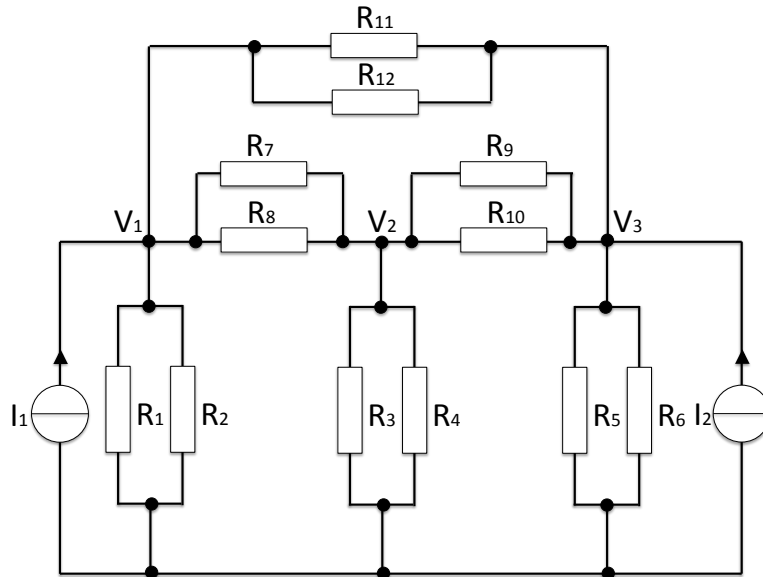

Abbildung 3.1
- (b) Die in Abbildung 3.1 dargestellte Schaltung enthält 12 Widerstände, jeweils mit dem Wert $1\ \Omega$. Die Quellströme haben die Werte $I_1=6\text{ A}$ und $I_2=10\text{ A}$. (8 Punkte)